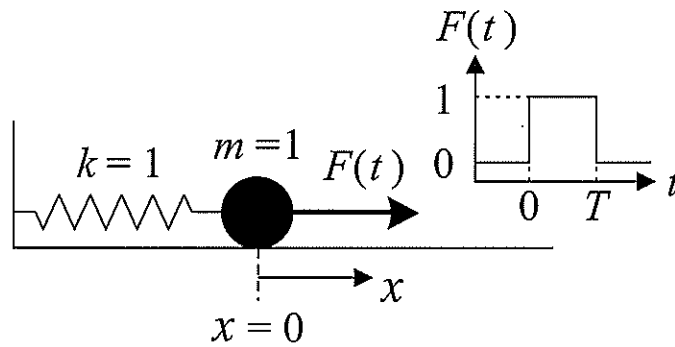

図3
- 問2 図3のように、バネ定数  $k = 1$  のバネに結ばれた質量  $m = 1$  の質点に大きさ1, 時間幅  $T$  の矩形パルス型の力  $F(t)$  を作用させることを考える。このとき、時刻  $t$  における質点の位置  $x(t)$  が従う運動方程式は、バネが自然長であるときを  $x = 0$  とすると、